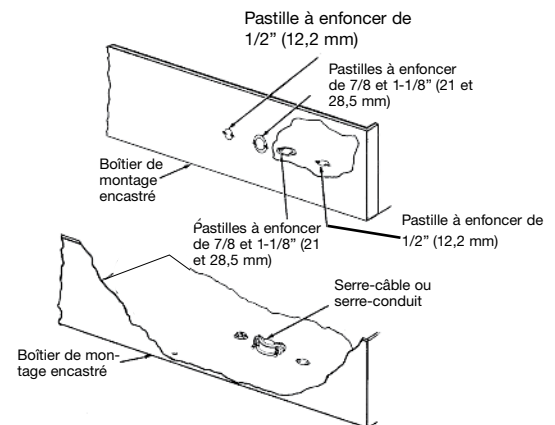

Figure 6
- Enlevez le boîtier de montage encastré (Figure 6) du carton contenant l'enceinte de montage encastré, de type FIE-REB-N ou FIE-REBNW-W.
- Retirez l'une des ouvertures amovibles près de la vis de terre et installez un connecteur de câble ou de conduit (Figure 6).